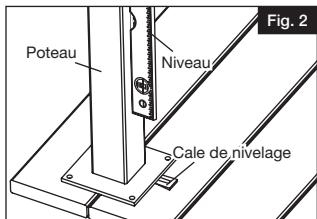
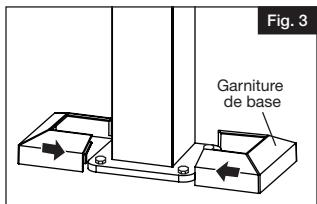

Fig. 2
Fig. 3
- Utiliser les cales de nivelage fournies pour mettre les poteaux de niveau et d'aplomb (Fig. 2), fixer les poteaux en place à l'aide des attaches appropriées (vendues séparément) et installer les garnitures de base sur les poteaux (Fig. 3).
- Installer la garniture de base autour du poteau. Prendre une partie de la garniture de base, et insérer une cheville en plastique dans le trou en dessous. Prendre la deuxième partie de la garniture, et l'enclencher dans la première (Fig. 3).